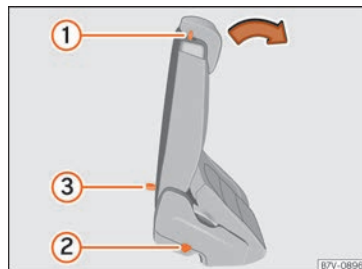

Abb. 137 Zweite Sitzreihe: Bedienungselemente der Einstieghilfe.
- Gegebenenfalls Gegenstände aus dem Fußraum der zweiten Sitzreihe entfernen » ❶
- Hebel » Abb. 137 ❶ nach vorn drücken und Rücksitzlehne nach vorn klappen. Dieser Sitz klappt komplett nach vorn » ⚠ und kann in Längsrichtung noch weiter nach vorn geschoben werden.
- Der Rücksitz muss sicher eingerastet sein, damit die Schutzwirkung der Sicherheitsgurte auf den hinteren Sitzplätzen gewährleistet ist. Die rote Markierung » Abb. 137 ❷ darf nicht
Wenn der Hebel » Abb. 137 ❶ außer Funktion ist, z.B. nach einem Unfall, können die Sitze der zweiten Sitzreihe von der dritten Sitzreihe aus nach vorn geklappt werden, um den Ausstieg aus der dritten Sitzreihe zu erleichtern » ⚠.
- Schlaufe » Abb. 137 ❸ nach hinten ziehen und Rücksitzlehne nach vorn klappen. Der komplette Rücksitz klappt nach vorn » ⚠.
- Eine rote Markierung an der Seite des Sitzes » Abb. 137 ❷ signalisiert eine nicht eingerastete Lehne. Die rote Markierung darf im korrekt eingerasteten Zustand nicht sichtbar sein.